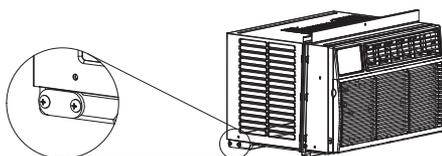

Figure 12A
a. Le climatiseur a un joint de drainage (Figure 12A).